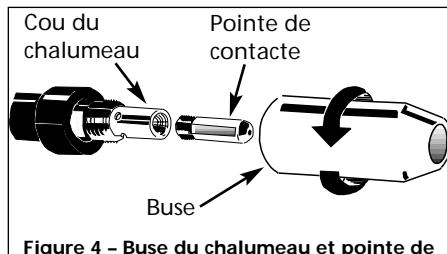

Figure 4 - Buse du chalumeau et pointe de contact
7. Enlever la buse en tournant **au sens contraire des aiguilles d'une montre**. Ensuite dévisser la pointe de contact du bout du chalumeau (Voir Figure 4). Brancher le soudeur dans la prise de courant correcte.
buse en tournant **au sens des aiguilles d'une montre** (Voir Figure 4). Tailler le fil environ 1/4 po du bout de la buse.